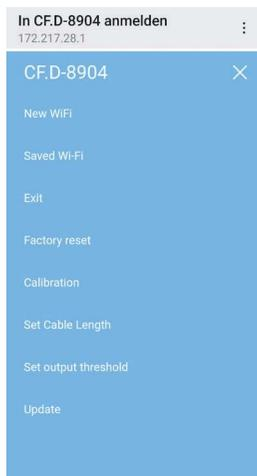

Abbildung 5: Benutzeroberfläche
- Bei erfolgreicher Verbindung öffnet sich automatisch ein Browserfenster mit folgender Benutzeroberfläche (siehe Abbildung 5).